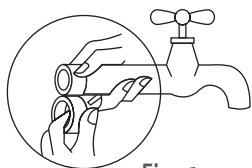

Fig. 1
- b. Colocar a ponta da fita sobre a superfície da rosca (Fig. 1).